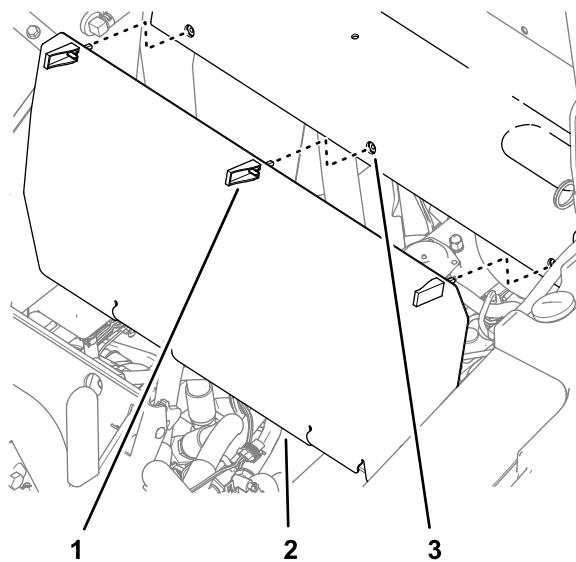

Рисунок 3
1. Откройте защелки задней панели (Рисунок 3).
2. Снимите заднюю панель с машины (Рисунок 3).